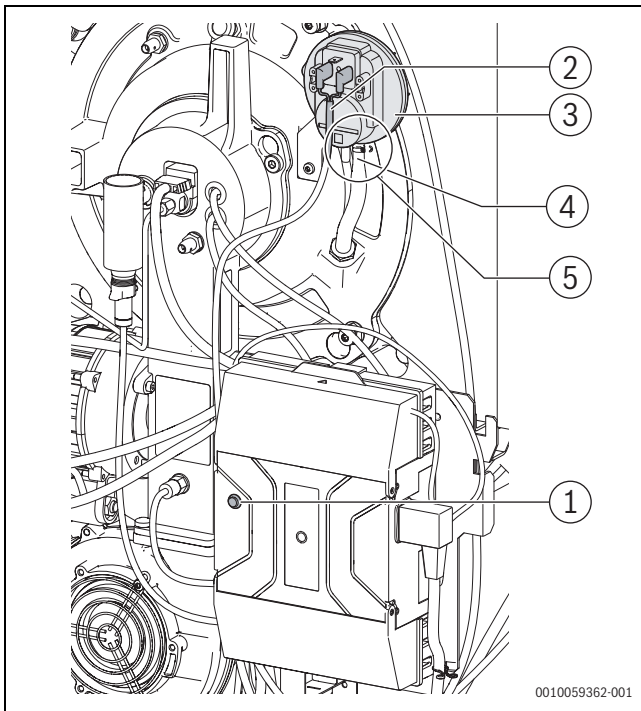

Bild 94 Störung am ADS-Druckschalter zurücksetzen
- ▶ Zurücksetzen durch mindestens 5 sec Drücken der Entstörtaste am Feuerungsautomaten (→ Bild 94).
- ▶ Bei Teileaustausch im Reparaturfall auf die korrekte Zuordnung der Messleitung gemäß Bild 94 und 95 achten!